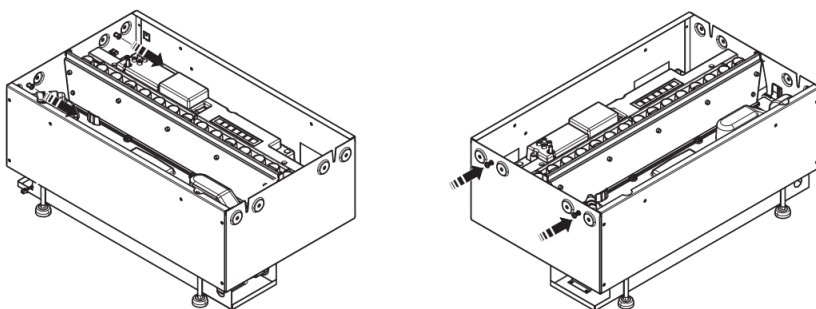

Fig. 18
1. Wanneer het eerste toestel geïnstalleerd en stevig vastgezet is, bereidt u het tweede toestel voor door de verbindingsschroeven los te draaien en ze in de andere kant van het metaalwerk te schroeven (afb. 18). Let op: draai deze schroeven niet volledig vast en zorg ervoor dat er 5-10 mm draad uit de rand van het toestel steekt.